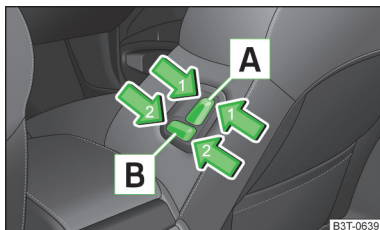

Fig. 74
► Presione el interruptor **A** en el sentido de una de las flechas **1** » fig. 74.
► Presionar el interruptor **B** en el sentido de una de las flechas **2** » fig. 74.